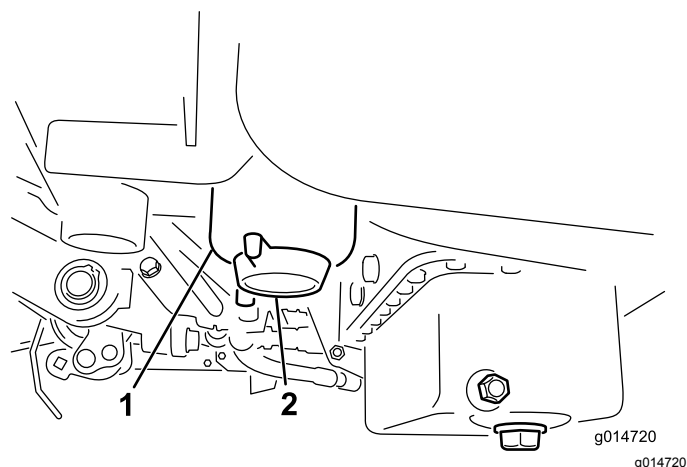

Рисунок 30
2. Очистите область крепления стакана фильтра (Рисунок 30).
4. Откройте сливную пробку фильтра (Рисунок 30).